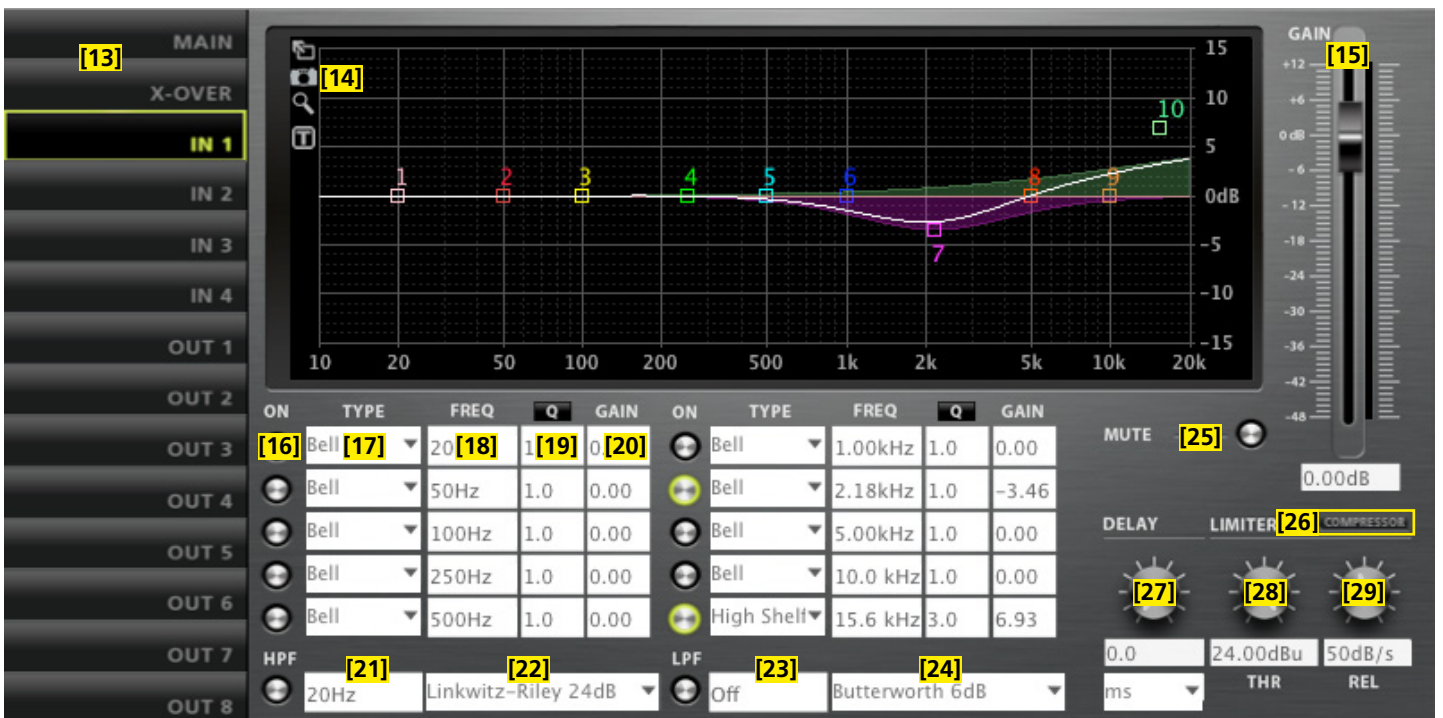

Abb. 18 Ansicht IN 1, DSM-48...
Über die Schaltflächen der Seitenleiste [1] kann auf die anderen Ansichten (X-OVER, IN 1–2/4, OUT 1–6/8) umgeschaltet werden (Abb. 18–20). Über die Schaltfläche MAIN gelangt man zurück zur Hauptansicht.
7.3.3 Ansicht IN 1–2/4 (Abb. 18)